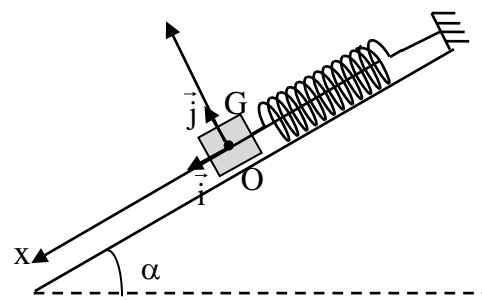

Figure 1
Le solide (S) peut glisser sans frottement sur la ligne de plus grande pente d'un plan incliné d'un angle  $\alpha = 30^\circ$  par rapport au plan horizontal (fig.1).
A l'équilibre, G est confondu avec l'origine O du repère (fig.1).